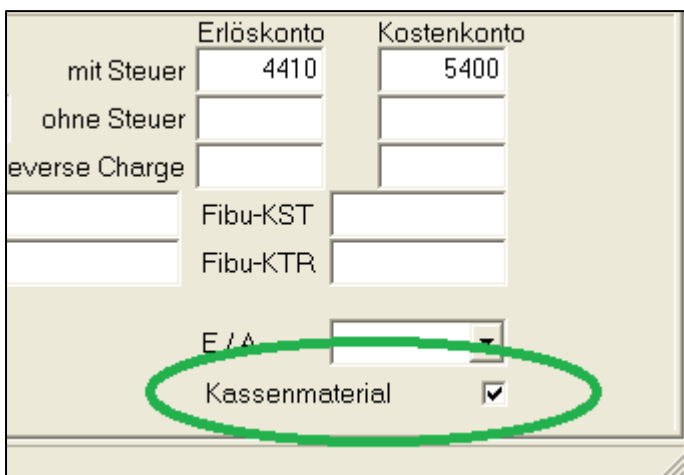

Abbildung 2
- Kassenmaterial aktivieren (Abb. 2)